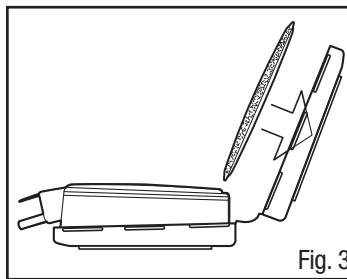
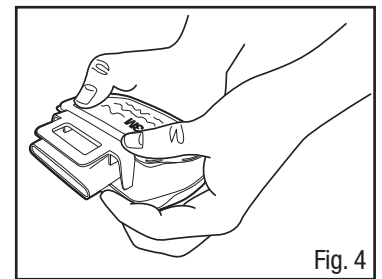

Fig. 3
Fig. 4
3. Direcione um filtro na outra metade do retentor do filtro, de modo que a forma do filtro fique alinhada com a forma do retentor do filtro e com o lado impresso do filtro voltado para baixo (Fig. 3). dobre a extremidade oposta do retentor ao redor do cartucho e prenda pressionando os quatro cantos do retentor do filtro (Fig. 4).